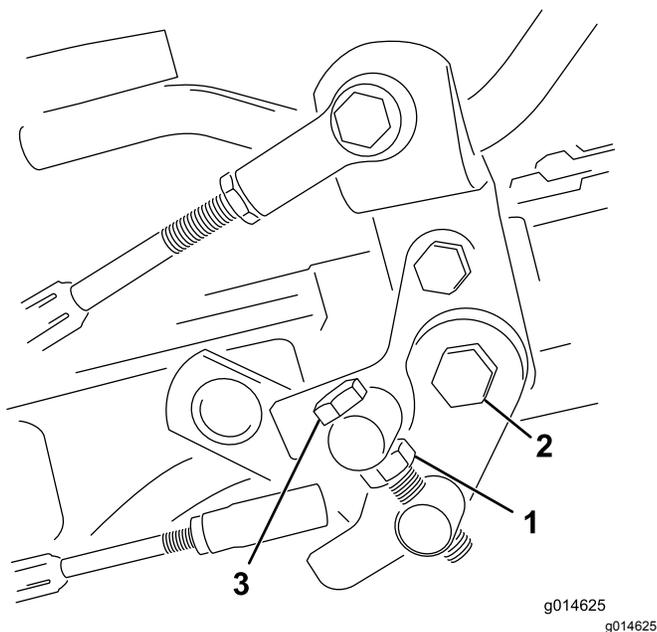

Рисунок 35
1. Ослабьте контргайку на болте цапфы (Рисунок 35).
4. Чтобы зафиксировать регулировку, затяните контргайку на болте цапфы и гайку на шарнире педали (Рисунок 35). Проверьте регулировку и при необходимости повторите ее.